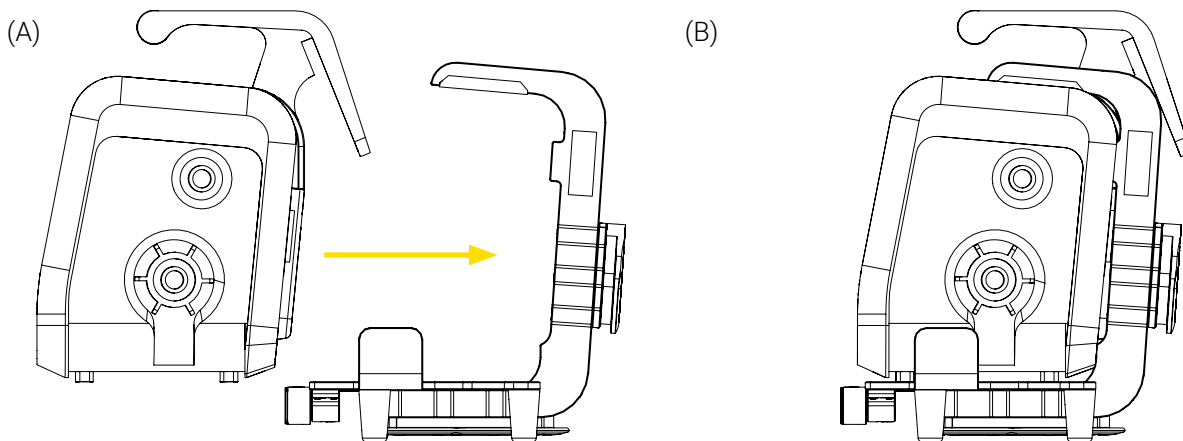

Figure 3: Installation de l'appareil médical dans le support Bracket Pro Serie 60 - FL
2. Insérer l'appareil médical dans le support à l'aide de la poignée et le pousser jusqu'au fond du système de fixation (Figure 3).